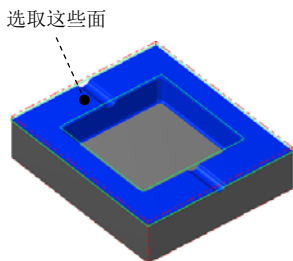

图 11.24 选取加工面
(1) 在图形区中选取图 11.24 所示的面（共 40 个），按 Enter 键，系统弹出“刀具路径的曲面选取”对话框。